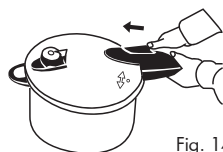

Fig. 14
- Glisați zăvorul în centrul capacului (Fig. 14).